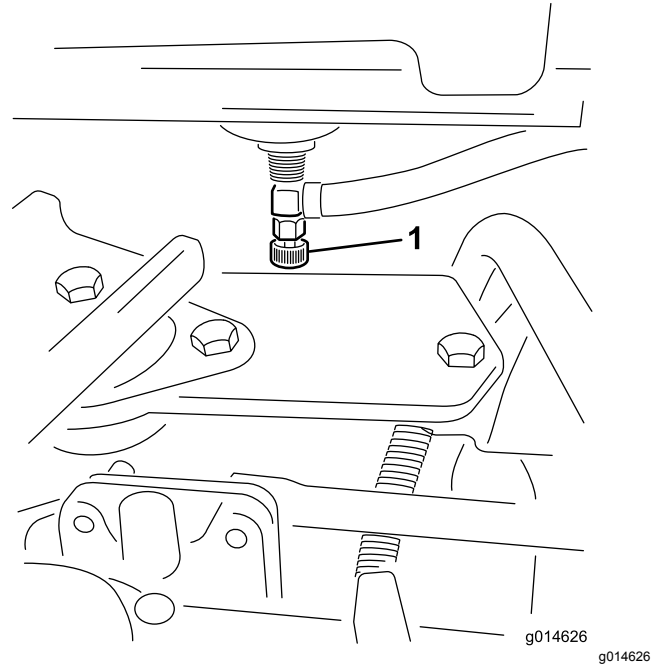

Figura 29
1. Cierre la válvula de cierre del combustible (Figura 29), situada debajo del depósito de combustible.